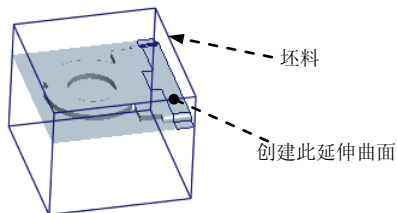
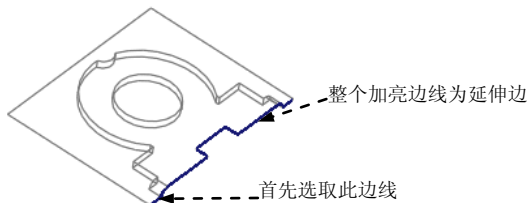
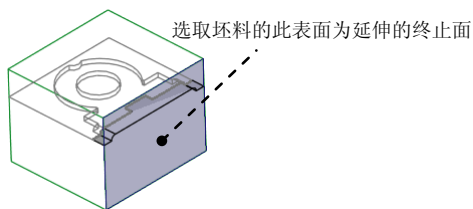

图 14.30 延伸曲面
图 14.31 选取延伸边
图 14.32 选取延伸的终止面
- (1) 遮蔽参考件和坯料。
- (2) 按住 **Ctrl** 键, 选取复制面组和上一步创建的拉伸曲面。
- (3) 单击 **分型面** 功能选项卡 **编辑** ▾ 区域中的  按钮, 系统弹出“合并”操控板。
- (4) 在“合并”操控板中单击 , 在模型中选取要合并的面组的侧。
- (5) 在操控板中单击 **选项** 按钮, 在“选项”界面中选中  **相交** 单选项。
- (6) 在“合并”操控板中单击  按钮。
Step7. 将合并后的表面延伸至图 14.30 所示坯料的表面。
- (1) 为了方便选取复制边线, 选择 **视图** 功能选项卡 **模型显示** ▾ 区域中的“显示样式”按钮  显示样式 ▾, 按下  **线框** 按钮, 将模型的显示状态切换到实线线框显示方式。
- (2) 如图 14.31 所示, 首先选取第一段边线。
注意: 必须随着选取的第一条线段, 依次选取图 14.31 中加亮的线段, 线段之间不能间隔, 否则无法选取加亮线段。
(3) 单击 **分型面** 功能选项卡 **编辑** 区域的 **延伸** 按钮, 此时出现“曲面延伸: 曲面延伸”操控板。
(4) 在操控板中单击 **参考** 按钮, 在“参考”界面中单击 **细节...** 按钮, 此时系统弹出“链”对话框。
(5) 按住 **Ctrl** 键, 选取图 14.31 中所加亮的线段, 单击 **确定** 按钮。
(6) 将坯料的遮蔽取消。
(7) 选取延伸的终止面。
① 在操控板中按下 **至平面** 按钮 (延伸类型为至平面)。
② 在系统 **选择曲面延伸所至的平面** 的提示下, 选取图 14.32 所示的坯料的表面为延伸的终止面。